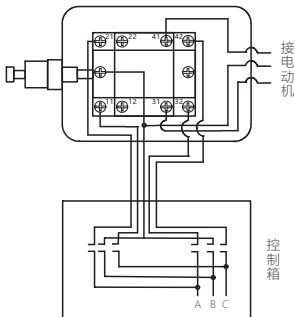
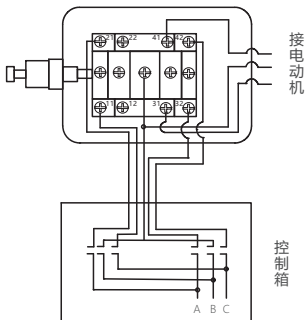
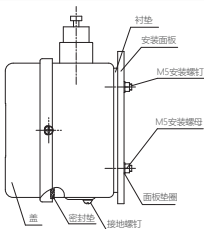
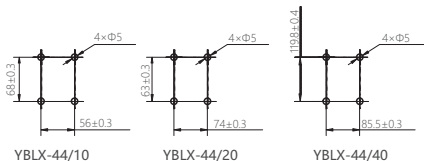

图5 YBLX-44/10接线图
图6 YBLX-44/20、YBLX-44/40接线图
图7 YBLX-44系列产品安装示意图
图8 YBLX-44系列产品面板安装孔加工图
松开盖固定螺钉→按图5或图6接线→按图7~图8安装→拧紧盖螺钉(密封垫必须正确装回)。
a. 电动葫芦挂钩能否升降，如只有一个运动方向，则对照图5或图6接线示意图接线是否正确。